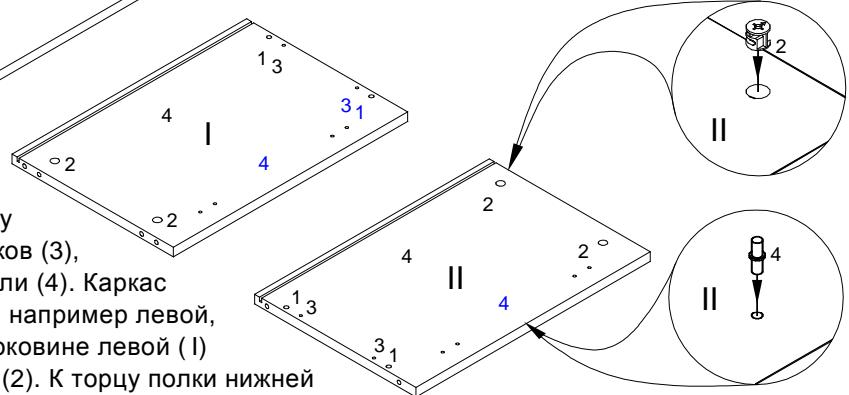

Рис.2
В боковину левую (I), боковину правую (II) и полку верхнюю (III) вкрутить дюбеля стяжек-эксцентриков (3), в боковины правую и левую (I, II) - полкодержатели (4). Каркас антресоли рекомендуется собирать на боковине, например левой, как показано на рис. 2. Сперва присоединить к боковине левой (I) полку нижнюю (IV), затянуть стяжки-эксцентрики (2). К торцу полки нижней (IV) прикрепить боковину правую (II), затянув стяжки-эксцентрики. Придерживая свободную сторону боковины правой (II) от провисания, положить каркас антресоли на лицевую сторону. Затем, в пазы боковин правой и левой (I, II), полки нижней (IV) вставить стенку заднюю (V).
Установить полку верхнюю (III) на торцы боковин левой (I) и правой (II), затянуть стяжки-эксцентрики (2) (см. рис.2). По периметру стенки задней (V) установить уголки крепёжные (6), раномерно распределив их между собой.